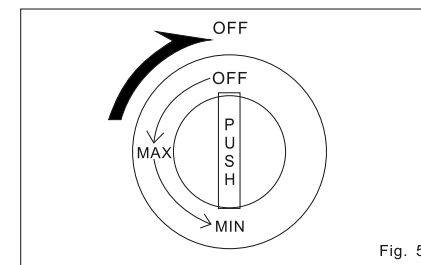

Fig. 5
- Al finalizar, gire la perilla de nuevo en la posición OFF (apagado) y compruebe que el quemador este apagado (Fig.5)